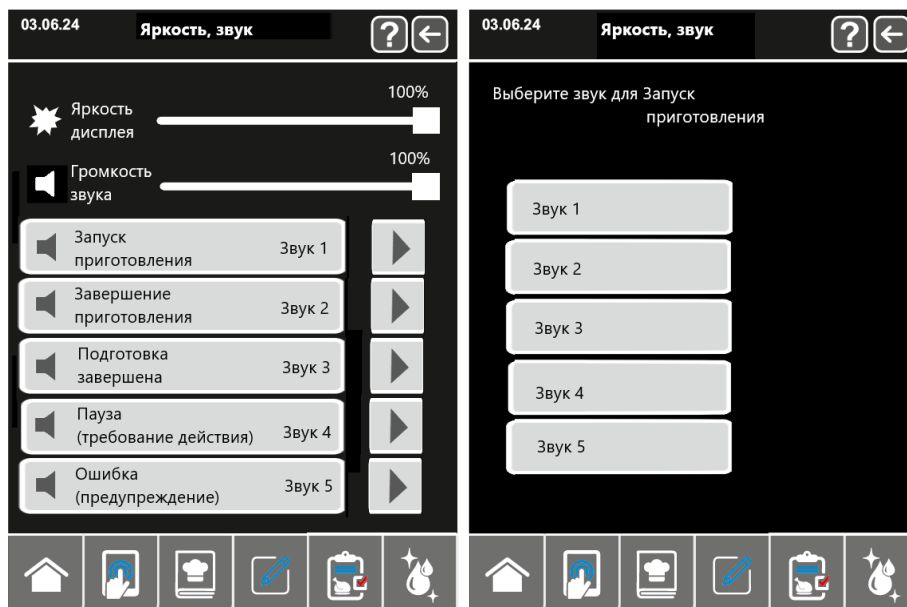

Рис. 15.4 Окно «**ЯРКОСТЬ И ЗВУК**».
5.6.2 На окне «**НАСТРОЙКИ**» нажать строку **Яркость и звук** отобразится окно «**ЯРКОСТЬ И ЗВУК**» (см. рис. 15.4).